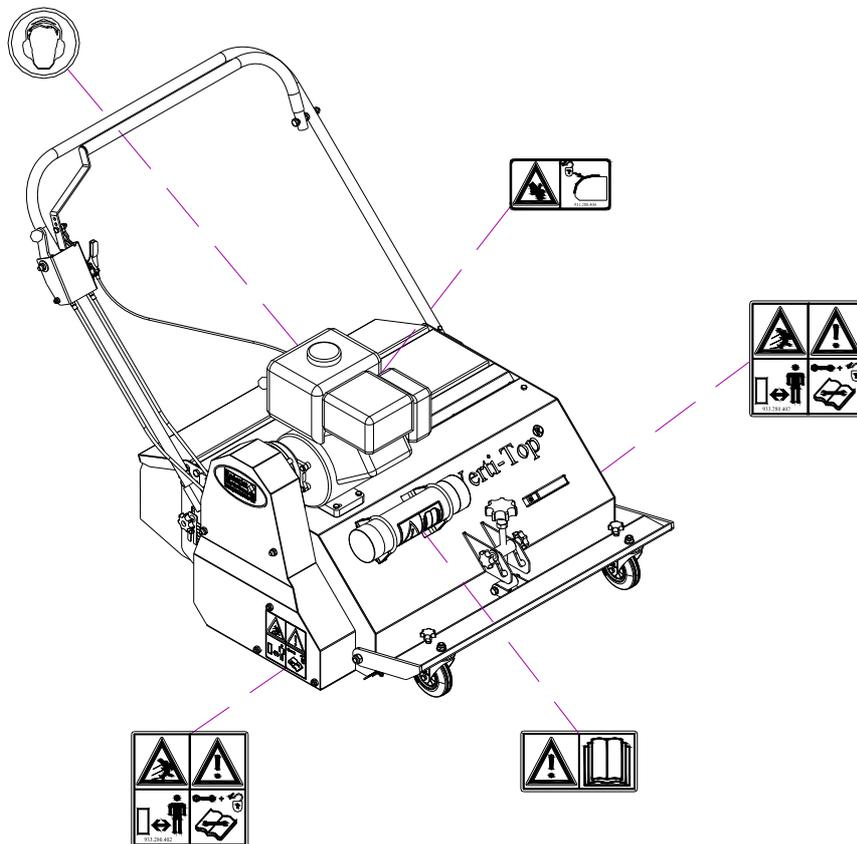

Abb. 8
Beidseitig der Verti-Top Walk Behind befinden sich seitlich und an der hinteren und vorderen Abdeckung Sicherheitsaufkleber (Abb. 8) mit einem entsprechenden Warnhinweis. Diese Sicherheitsaufkleber müssen jederzeit gut sichtbar und lesbar sein und sind, sollten sie beschädigt sein, unverzüglich zu ersetzen.
(7) Position der Sicherheitsaufkleber (Abb. 8)